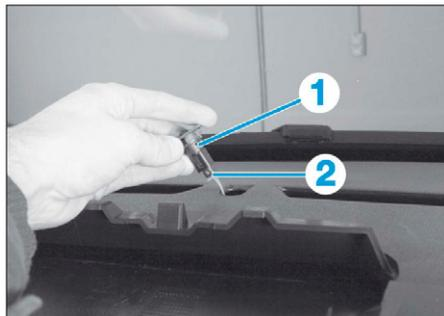

FIG. 47
- Dégrafer et écarter le capteur (1) (Fig.47).
- Débrancher et déposer le capteur (2).